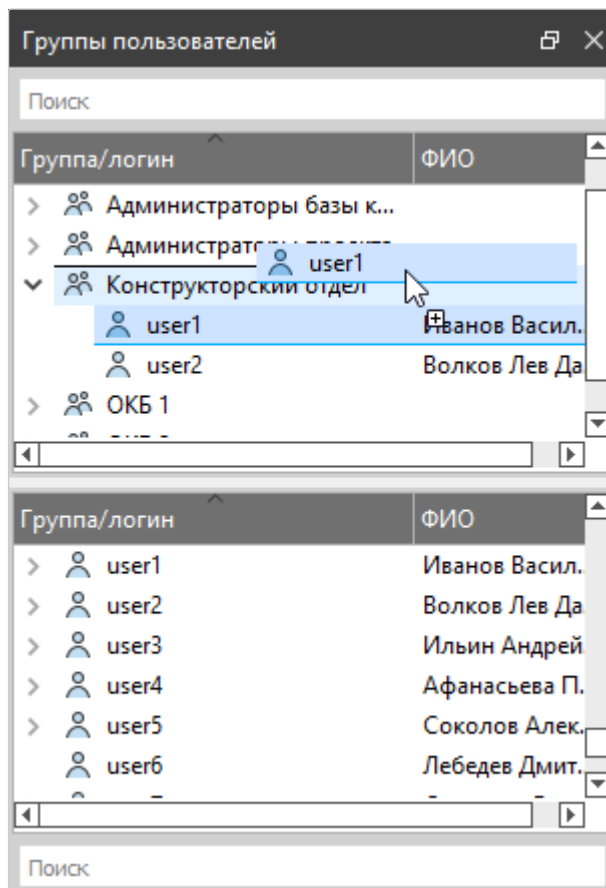

Рисунок 84. Исключение выбранных пользователей из группы в окне «Группы пользователей»
- 1) Выбрать пользователя или несколько пользователей в верхней части окна «Группы пользователей» и переместить их в область между любыми элементами дерева (в этот момент между элементами прорисовывается линия, см. рисунок 84).